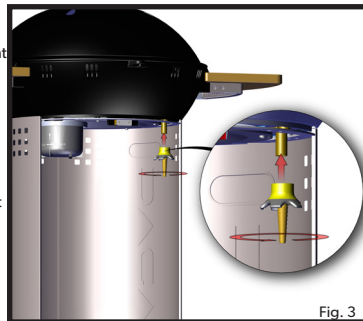

Fig. 3
- **ATTENTION !** Lors de l'installation de la tête de gaz, veiller à ce qu'elle soit bien droite lors du serrage de son écrou, afin d'éviter d'endommager le filetage et éviter toute fuite de gaz. Serrer à l'aide d'une clé adaptée. (Fig. 3)